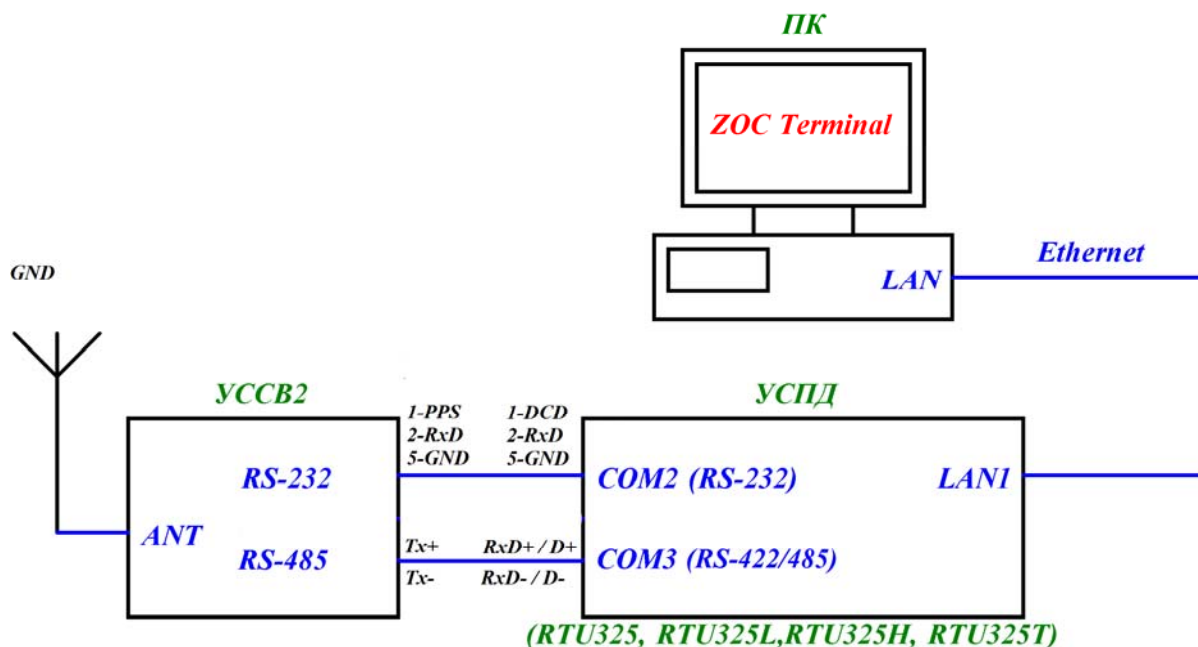

Рисунок 2
2.3.1.1 Собрать схему согласно рис. 2.